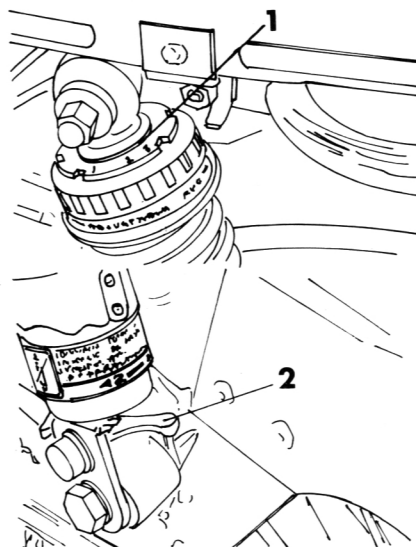

Bild 183
- Rechtes und linkes Federbein mit Hilfe des Federeinstellers gleichmässig einstellen (Bild 183).